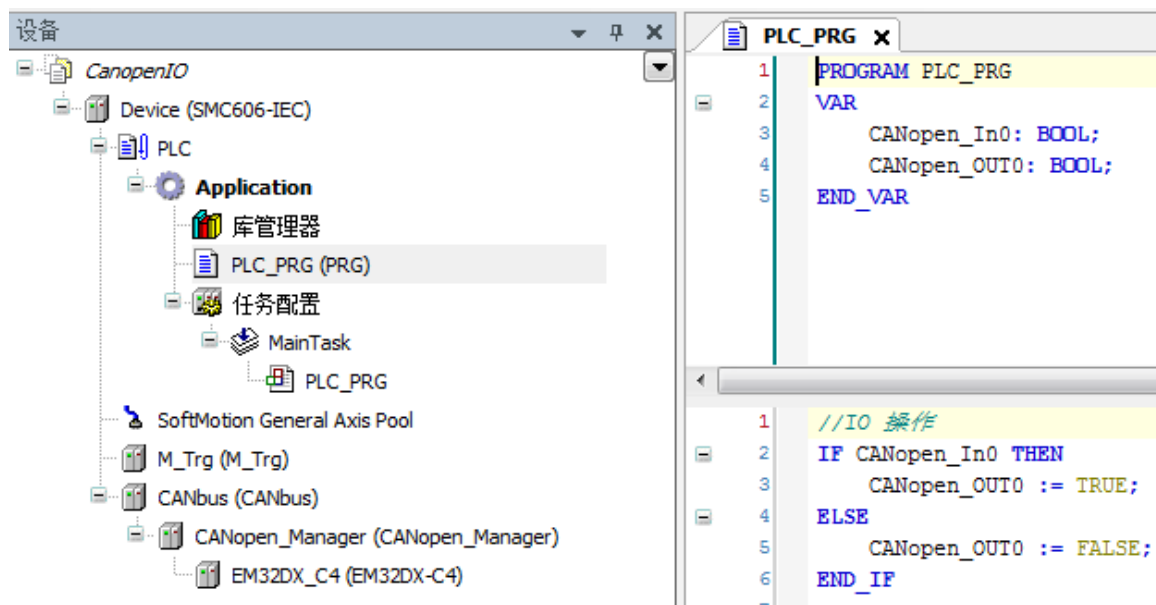

图 5.12 IO 操作代码界面
(4) 编辑程序如下：
- 编写 IO 操作代码，如下图 5.12 所示。